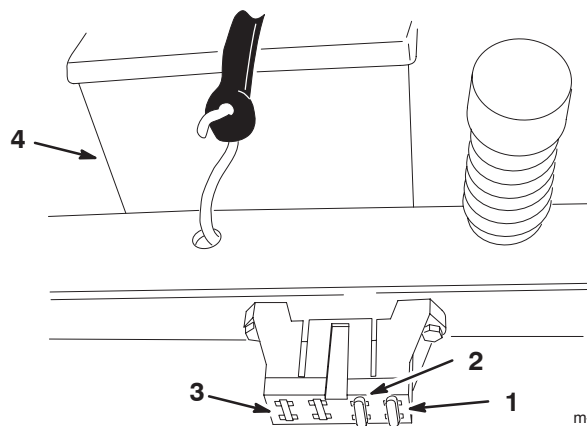

Figure 46
- Soulevez le siège pour accéder au porte-fusibles (Fig. 46).
- Pour remplacer un fusible, tirez dessus pour l'enlever (Fig. 46).